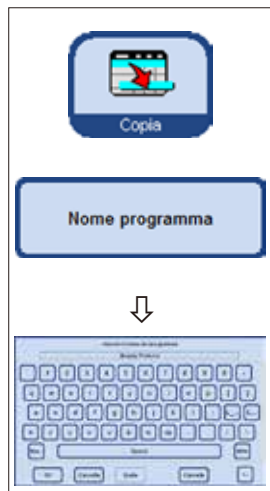

Fig. 159
- Toccare il tasto **NOME PROGRAMMA** in alto nella tabella. Viene visualizzata la tastiera (fig. 159).